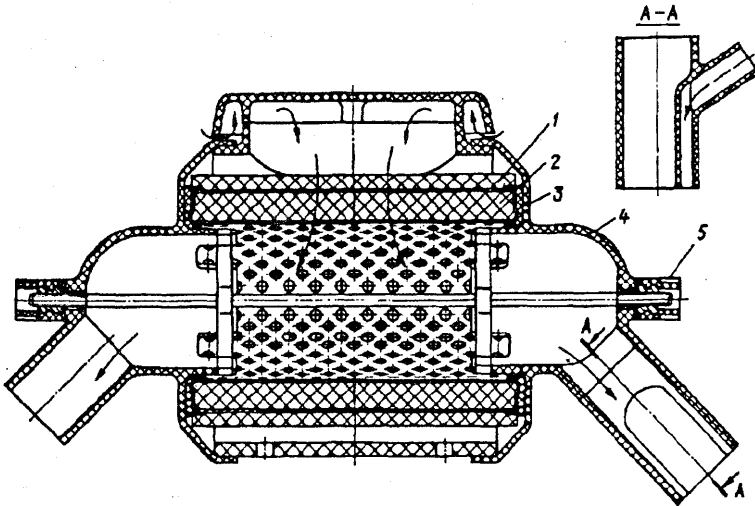

Bild 16. Luftfilter
**Luftfilter** (Bild 16) ist am Getriebegehäuse angebaut und an Vergaser durch Gummistutzen angeschlossen. Der Papier-Filtereinsatz besteht aus Filter 2 - gefaltetem Papier - sowie einem Luftvorfilter 1 aus synthetischem nichtgewebtem Stoff, an dem die Luft vorgefiltert wird: die in der Außenluft enthaltenen groben Staubpartikeln und Wassertropfen werden durch das Luftvorfilter festgehalten.
Beim Fahren auf Asphaltstraßen empfiehlt es sich, jeweils nach 5000 Fahrkilometer das vorhin vom Filter abgebaute Luftvorfilter mit Trockenluft durchzublasen. Zu diesem Zweck die Sondermutter 5 (Bild 16) lösen, den Filtergehäusedeckel 4 abnehmen und das Filter 2 herausnehmen. Zum Durchblasen eignet sich hervorragend die zum EWZ-Satz der Maschine gehörende Luftpumpe. Das Luftfilter wird auf die gleiche Weise durchgeblasen. Der hiermit erzeugte Luftstrahl ist auf die Innenfläche des Filters zu richten.